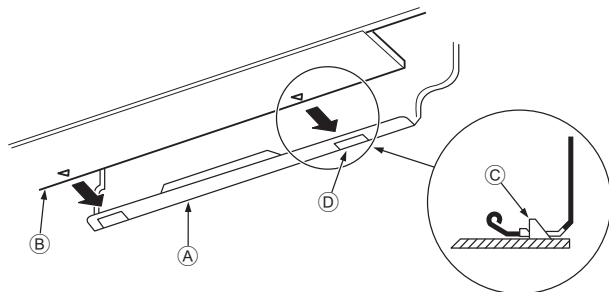

Fig. 3-15
3. Al introducir las tuberías de refrigerante y la manguera de drenaje en el orificio de penetración en la pared (manguito de penetración), cuelgue la parte superior de la unidad interior en la placa de montaje ①.
5. Fije la unidad en la placa de montaje ① empujando la parte inferior de la unidad. (Fig. 3-15)
* Asegúrese de que los tiradores de la parte inferior de la unidad interior estén bien enganchados en la placa de montaje ①.
- ① Placa de montaje
- ② Unidad interior
- ③ Gancho
- ④ Orificio cuadrado